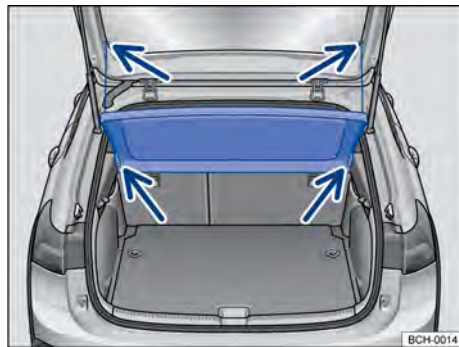

Fig. 165 No compartimento de bagagem: remover e instalar a cobertura do compartimento de bagagem.
- Desprender os cordões de retenção do suporte da tampa traseira → Fig. 165 (setas superiores).
- Retirar a cobertura do compartimento de bagagem por trás, para fora dos suportes laterais → Fig. 165 (setas inferiores).
- Empurrar a cobertura do compartimento de bagagem para a frente, introduzindo-a nos suportes laterais → Fig. 165 (setas inferiores).
- Encaixar os cordões de retenção na tampa traseira → Fig. 165 (setas superiores).